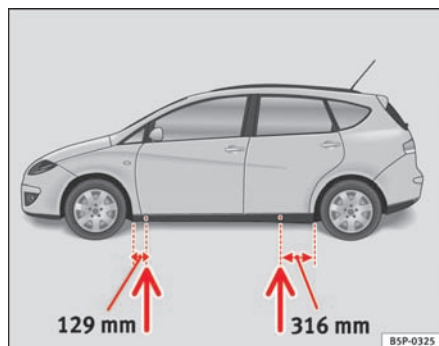

Fig. 173 Løftepunkter
- Find det løftepunkt under dørpanelet, der er tættest på det hjul, der skal skiftes ⇒ side 232, fig. 173.
Panelet er trykket lidt ind forrest og bagest, der hvor donkraften må sættes på ⇒ side 232, fig. 173. Der er et sted til donkraften for hvert hjul. Placer ikke donkraften andre steder.